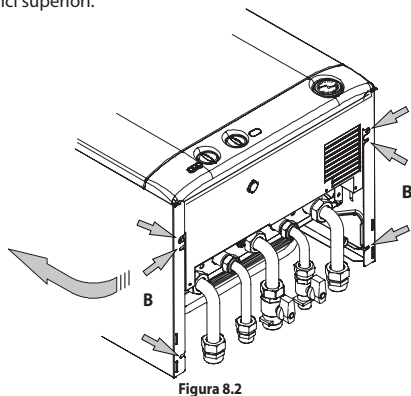

Figura 8.2
- Allentare le viti **B** in Figura 8.2 e togliere i due pannelli laterali spingendoli verso l'alto in modo da liberarli dai ganci superiori.